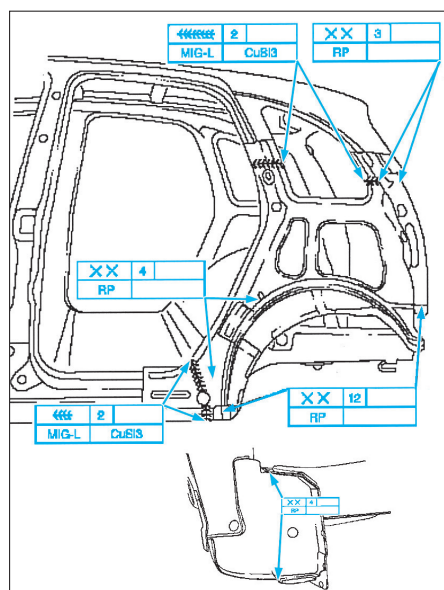

FIG. 76
- Remplacer la doublure d'aile et la souder (Fig.76).